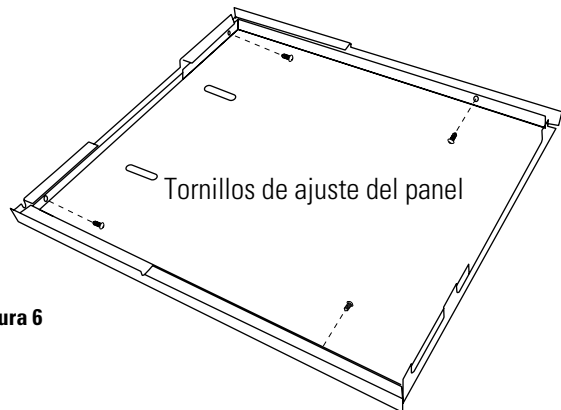

Figura 6
- Afloje uno de los 4 tornillos que sujetan el panel de acero a la moldura (Figura 6). Presione el panel de acero contra el panel personalizado y vuelva a apretar el tornillo. Repita este ajuste con los otros 3 tornillos.